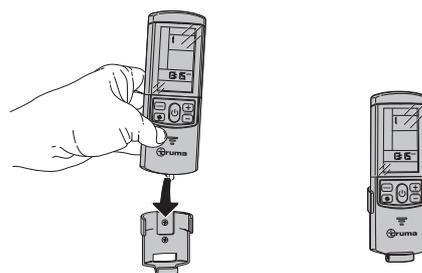

Fig. 18
► Placez la télécommande dans le support ou retirez-la par le haut (Fig. 18).